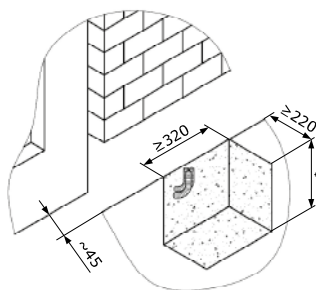

Рисунок 2.
- Подготовьте яму (*рис. 2*) под фундамент для привода. Расположение ямы относительно проема выберите в зависимости от конструкции ворот (например, при самонесущих воротах привод располагается так, чтобы шестерня находилась посередине между роликовыми опорами). Яму выполняйте на глубину, при которой не происходит промерзание грунта.
- залейте бетон в подготовленную яму (рис. 2).